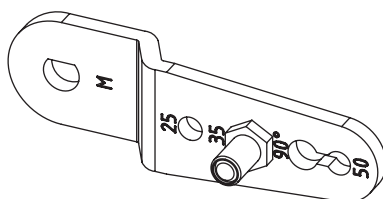

**Fig. 5-2:** Posições de montagem permitidas
- Respeite a posição de montagem (consulte Fig. 5-2).